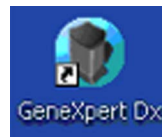

Abbildung 5-5. Verknüpfungssymbol für das GeneXpert Dx System
1. Doppelklicken Sie auf dem Windows-Desktop das GeneXpert Dx-Symbol. Siehe Abbildung 5-5.